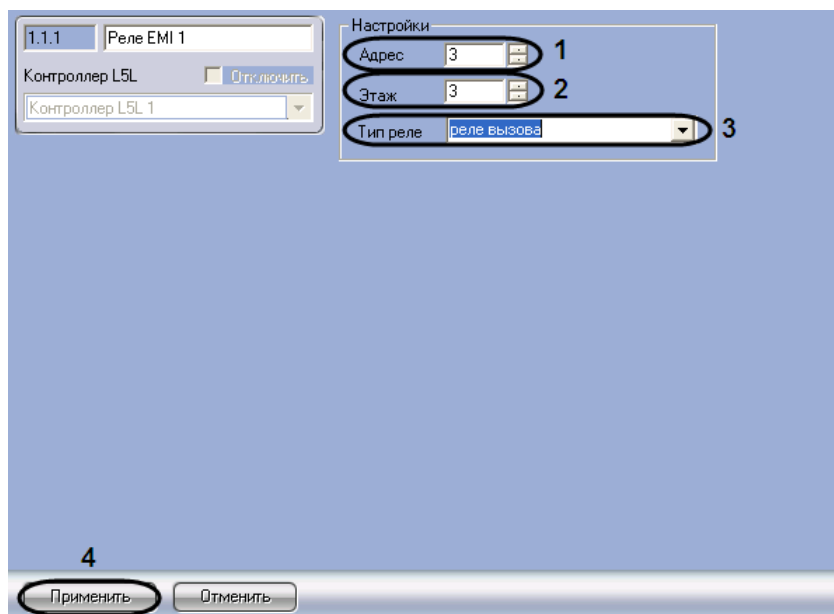

Рис. 3.3—34 Панель настройки объекта Реле EMI
2. В поле **Адрес** ввести с помощью кнопок **вверх-вниз** адрес реле EMI в десятичной системе счисления (см. Рис. 3.3—34, 1).
3. В поле **Этаж** ввести с помощью кнопок **вверх-вниз** номер этажа, на котором установлено реле EMI (см. Рис. 3.3—34, 2).